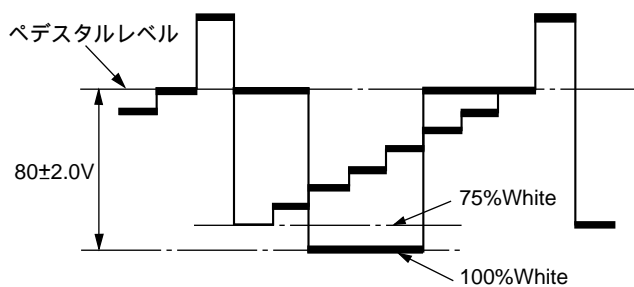

Fig. 3-2
2. Fig. 3-2を参考に、ベDESTALレベルと100%ホワイトの電圧が $80 \pm 2.0V$ になるように、治具リモコンの音量キーにて調整する。